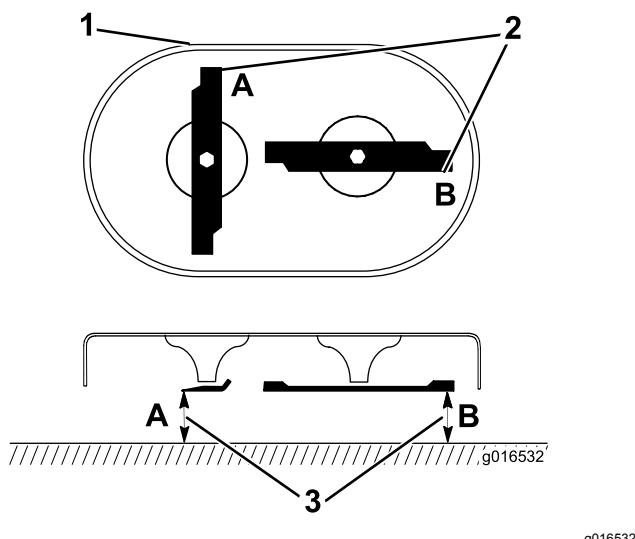

Рисунок 39
1. Поверните ножи в положение, показанное на рис. Рисунок 39.
2. Измерения производите от ровной поверхности до режущих кромок в местах **A** и **B** (Рисунок 39) и запишите оба результата измерения.
3. Поверните ножи так, чтобы их противоположные концы находились в позициях **A** и **B** (Рисунок 39).